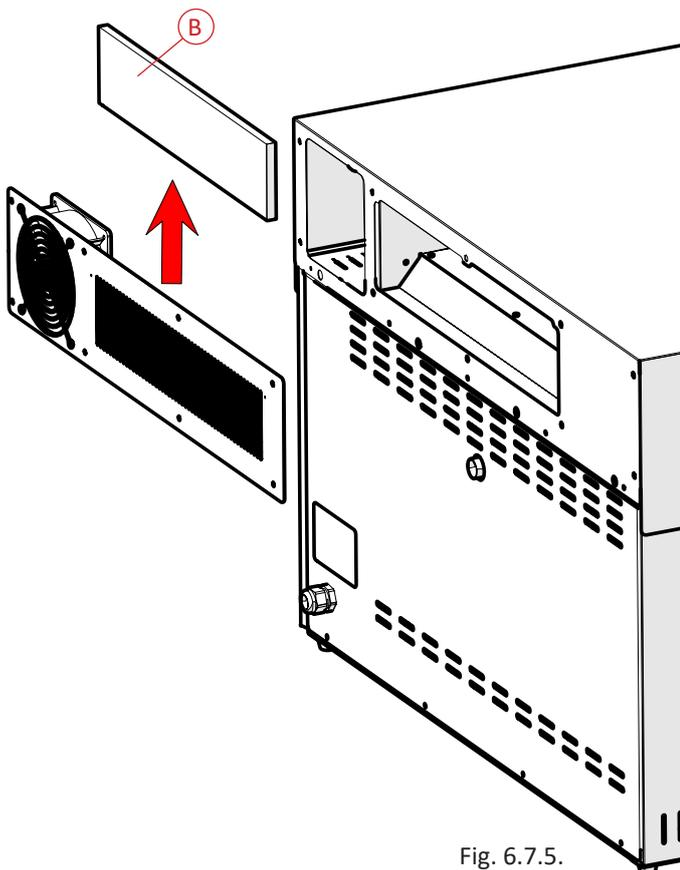

Fig. 6.7.5.
2. Estrarre il filtro (B) e sostituirlo con un ricambio originale del produttore (Fig. 6.7.5.);